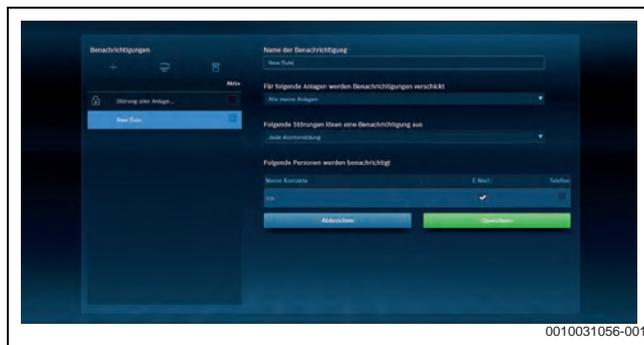

Bild 47 Control Center CommercialPLUS: Benachrichtigungen per E-Mail/SMS
- Benachrichtigung per **E-Mail oder SMS** (→ Bild 47)